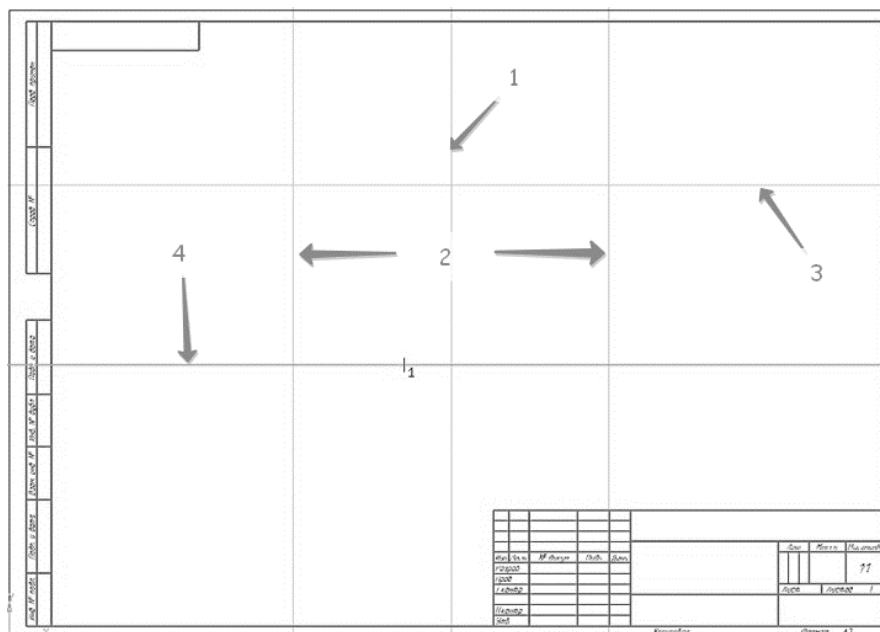

Рис. 39. Построение вспомогательных прямых
2.1 На компактной панели выбираем окно **Геометрия** . На инструментальной панели – **Вспомогательная прямая** . В центре листа провести **вертикальную прямую** – вертикальную ось симметрии (1, рис. 39).
2.2 Относительно ее командой – **Параллельная прямая** , провести две прямые, задав расстояние 75 мм (2, рис. 39).
2.3 В верхней части чертежа произвольно провести **горизонтальную прямую**, оставив место для нанесения верхних горизонтальных размеров (3, рис. 39).
2.4 Относительно ее командой **Параллельная прямая** , провести линию задав расстояние 85 мм (4, рис. 39).